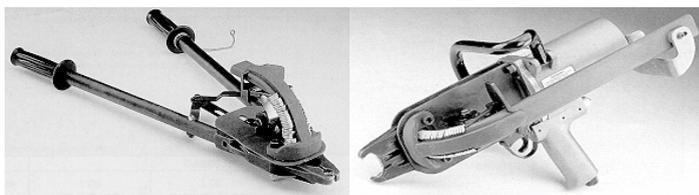

Рис. 7 Степлеры: ручной пневматический
- Степлер ручной (рис. 7)
- Степлер пневматический (рис. 7).